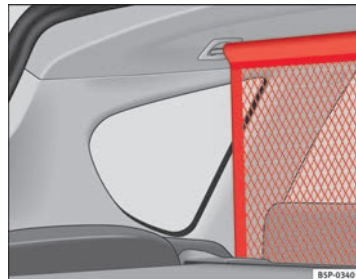

Fig. 126 Rete di separazione
- Passare la rete dal basso tra lo schienale ed il vassoio avvolgibile e fissarla nelle apposite sedi del tettuccio, prima quella di destra e poi quella a sinistra ⇒ **fig. 126**.